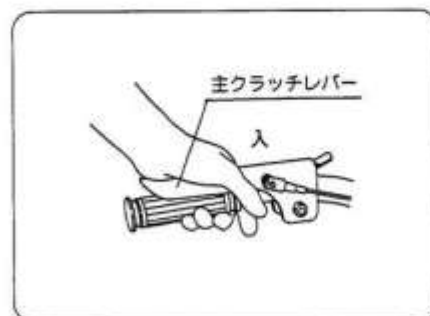

図35
- 主クラッチレバー [入] 位置にしてベルトが確実に張れているか確認してください。(図35)